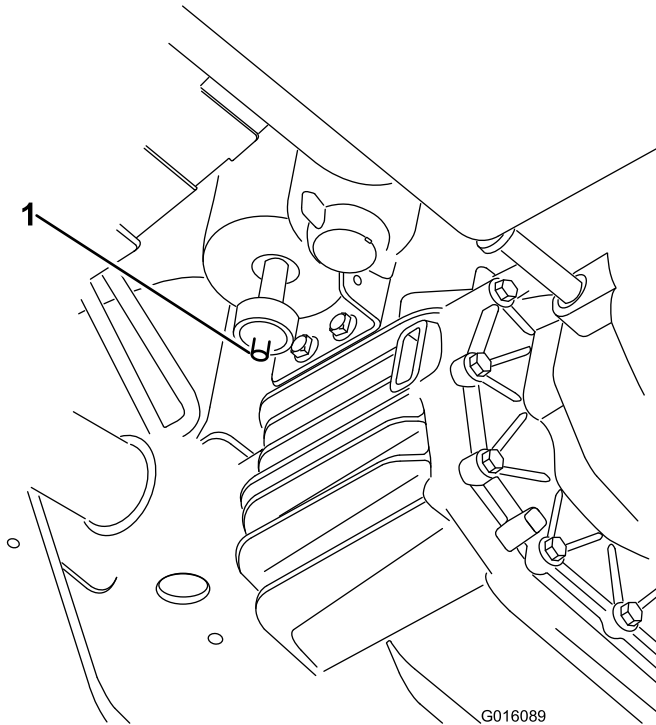

Figura 43
1. Localize o filtro de ar na zona inferior do recipiente de carbono (Figura 43).